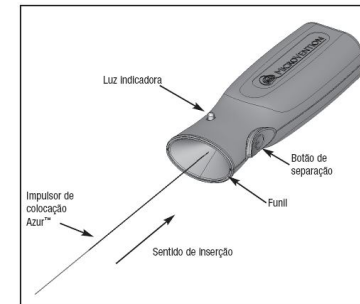

Figura 2 – Controlador de separação Azur
- Antes de usar o dispositivo, remova a extremidade proximal do impulsor de colocação da embalagem em forma de tubo. Cuidado para não contaminar esta extremidade do impulsor de colocação com substâncias estranhas, como sangue ou contraste. Insira firmemente a extremidade proximal do impulsor de colocação dentro da seção do funil do controlador de separação Azur. Consulte a Figura 2. Não pressione o botão de separação neste momento.
34. Conecte a extremidade proximal do impulsor de colocação ao controlador de separação Azur inserindo firmemente a extremidade proximal do impulsor de colocação dentro da seção do funil do controlador de separação Azur. Consulte a Figura 2.